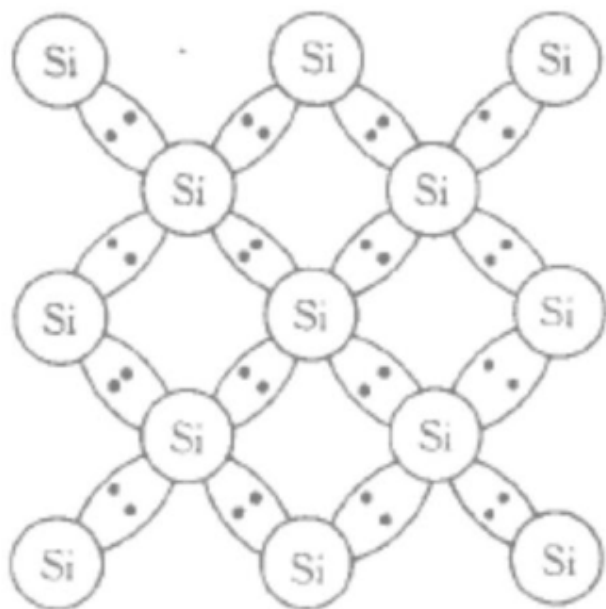

图2.6 硅的共价键
将硅作为半导体的代表，其共价键的示意图见图2.6。
- 从图2.6 中可看出每个硅原子共有4个共价键，有8个电子。